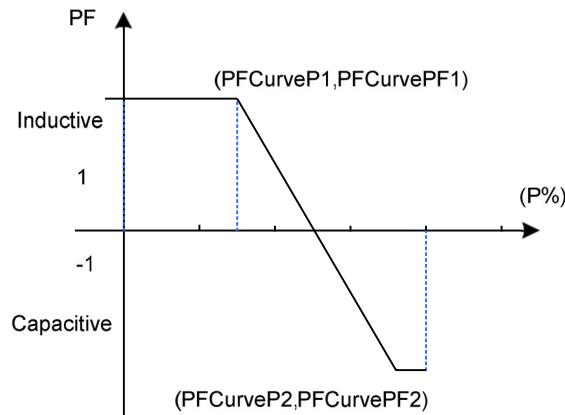

Fig. 6-29 Modo Curva PF(P) (3). Curva
(1) Configuração PF: defina o valor PF
**AVISO:** O fator de potência muda de acordo com as mudanças de potência, conforme mostrado na Fig. 6-29: